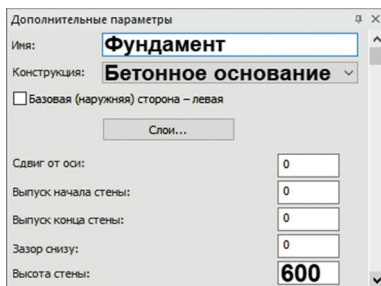

рис. 23
3. На панели **Дополнительные параметры** (рис. 23) задайте параметры стен фундамента: